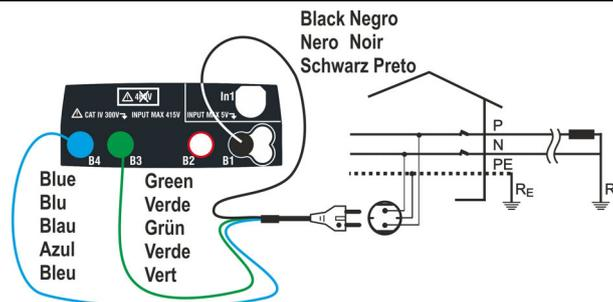
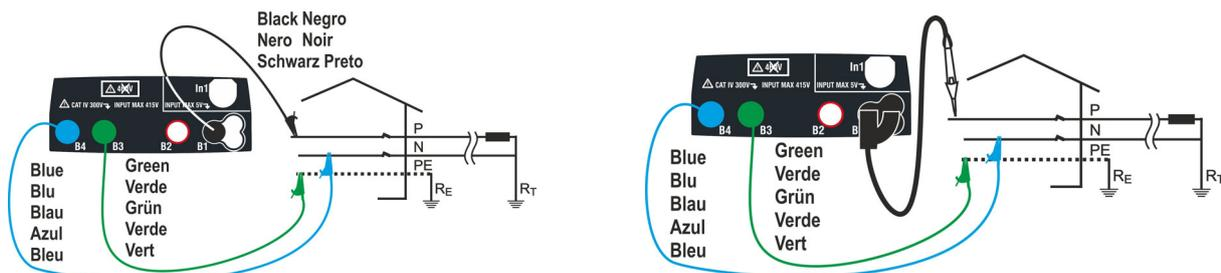
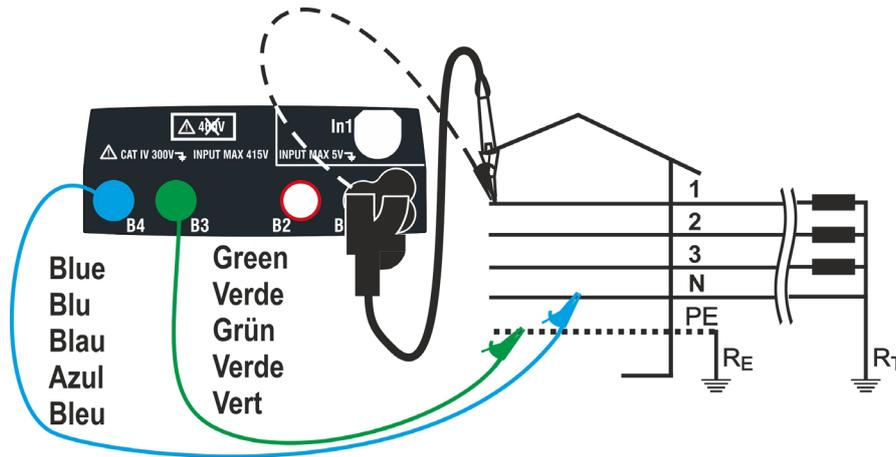
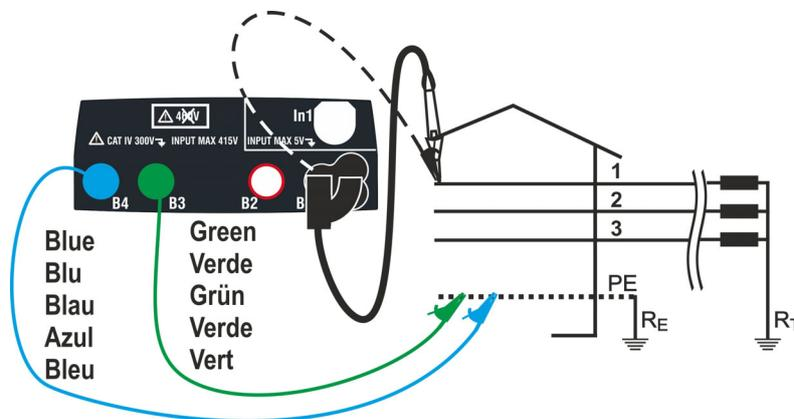

Fig. 18: Medida P-N/P-PE en instalaciones monofásica 230V mediante toma shuko
Fig. 19: Medida P-N/P-PE mono/bifásicas 230V con cables y punta remota
Fig. 20: Medida P-N/P-PE en trifásicas 400V+N+PE con cables y punta remota
Fig. 22: Medida P-PE/P-N en instalaciones 400V + PE (no N) con cables y punta remota
4. Realice la calibración preliminar de los terminales de medida según se describe en el § 6.4.2. Conecte la toma shuko, los cocodrilos o la punta remota a la red eléctrica de acuerdo con las Fig. 18, Fig. 19, Fig. 20 y Fig. 22